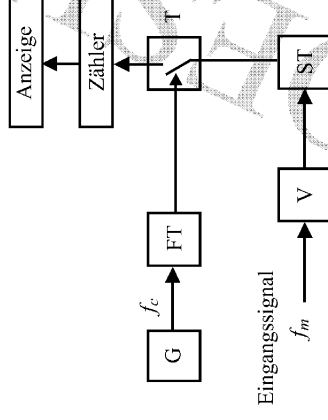

Bild 14: Anordnung zur Bestimmung einer Frequenz
Die Frequenz f_m eines zu messenden Signals wird mit der Anordnung (Abb. 14) bestimmt. Dazu wird das Signal mit der Frequenz f_m verstärkt (V) und durch einen Schmitt-Trigger (ST) in ein Rechtecksignal umgewandelt. Durch die Torschaltung (T) gelangt es zum Zähler und somit zur Anzeige. Der Zähler summiert die Anzahl der positiven Flanken des Signals.
- c) Mit der Anordnung in Abbildung 14 wird die Frequenz nach dem *Frequenzzähl*-Verfahren ermittelt. Was ändert sich in obiger Anordnung, wenn mit der Periodendauermessung statt mit Frequenzzählung die Frequenz bestimmt werden soll? Skizzieren Sie die neue Anordnung. (3 Punkte)